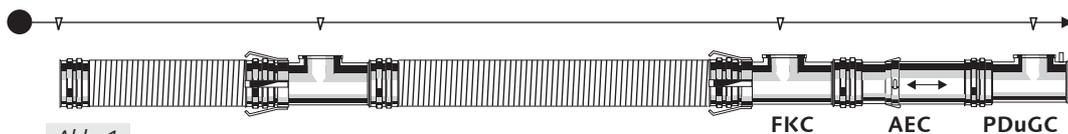

Abb. 1
Alle starren Bauteile werden mit dem flexiblen Rohr zusammengefügt und mit dem Sickenband gesichert. Innerhalb der Muffen ist werkseitig eine Montagepaste aufgetragen. Bei Verschmutzung ist die Muffe mit einem Lappen zu reinigen und die beiliegende Montagepaste erneut aufzutragen. Anschließend werden alle 1,5 m die Abstandhalter (AH) montiert und auf das Maß des Schachtes gebogen (Abb. 1)